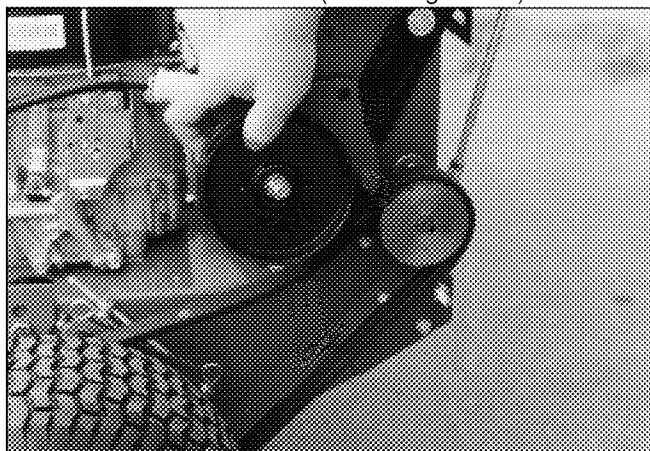

Figura 22
4. Levántelas del soporte intermedio con una mano mientras saca la correa de la polea de eje intermedio con la otra. (Vea la Figura 22.)